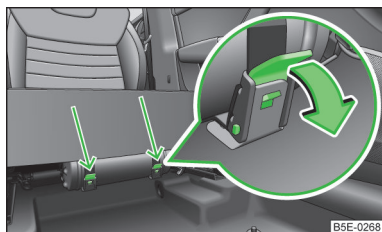

Fig. 196
- Allentare entrambe le cinghie tirando in direzione della freccia sui rispettivi dispositivi di sicurezza » fig. 196.